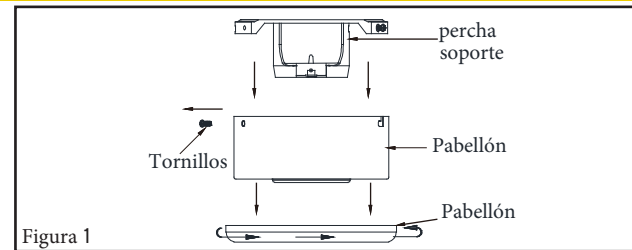

Figura 1
- 1 Retire la bola de suspensión del tubo bajante aflojando el tornillo de fijación en el costado de la bola de suspensión. Deslice la bola de suspensión hacia abajo y retire el pasador transversal. (Figura 1)